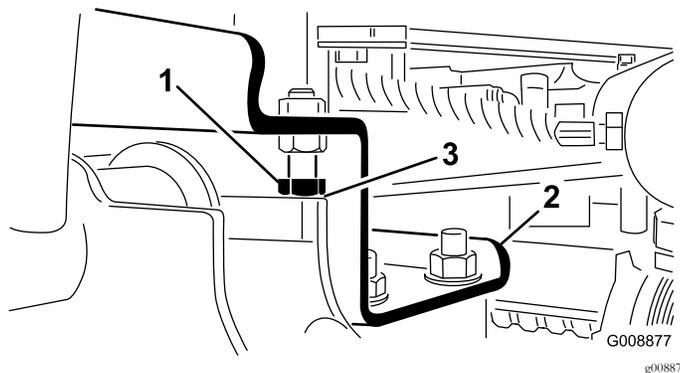

Рисунок 26
- Ослабьте затяжку фиксирующих болтов и отрегулируйте цилиндр, чтобы получить нужный зазор (**Рисунок 26**).
2. Проверьте, чтобы зазор между каждым подъемным рычагом и фиксирующим болтом составлял от 0,13 до 1,02 мм (Рисунок 26).